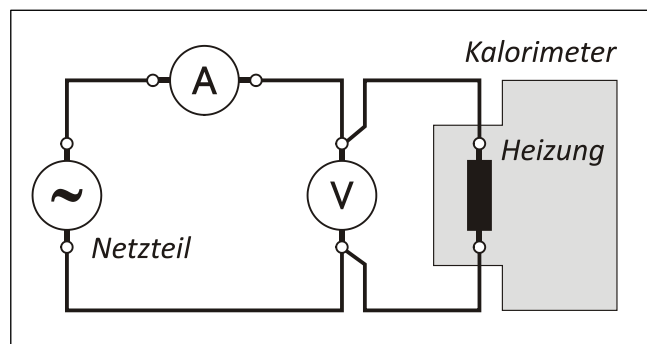

Bild 2: Versuchsschaltung zur **Aufgabe 2**
- Bauen Sie die Versuchsschaltung zur elektrischen Leistungsbestimmung entsprechend **Bild 2** auf. Halten Sie während des Betriebes die auf den Geräten angegebenen Stromgrenzen unbedingt ein. Beachten Sie, dass während des Heizens ständig gerührt werden muss.
- Überprüfen Sie, ob Sie für die Berechnung nach Gleichung (10) alle relevanten Größen notiert haben.